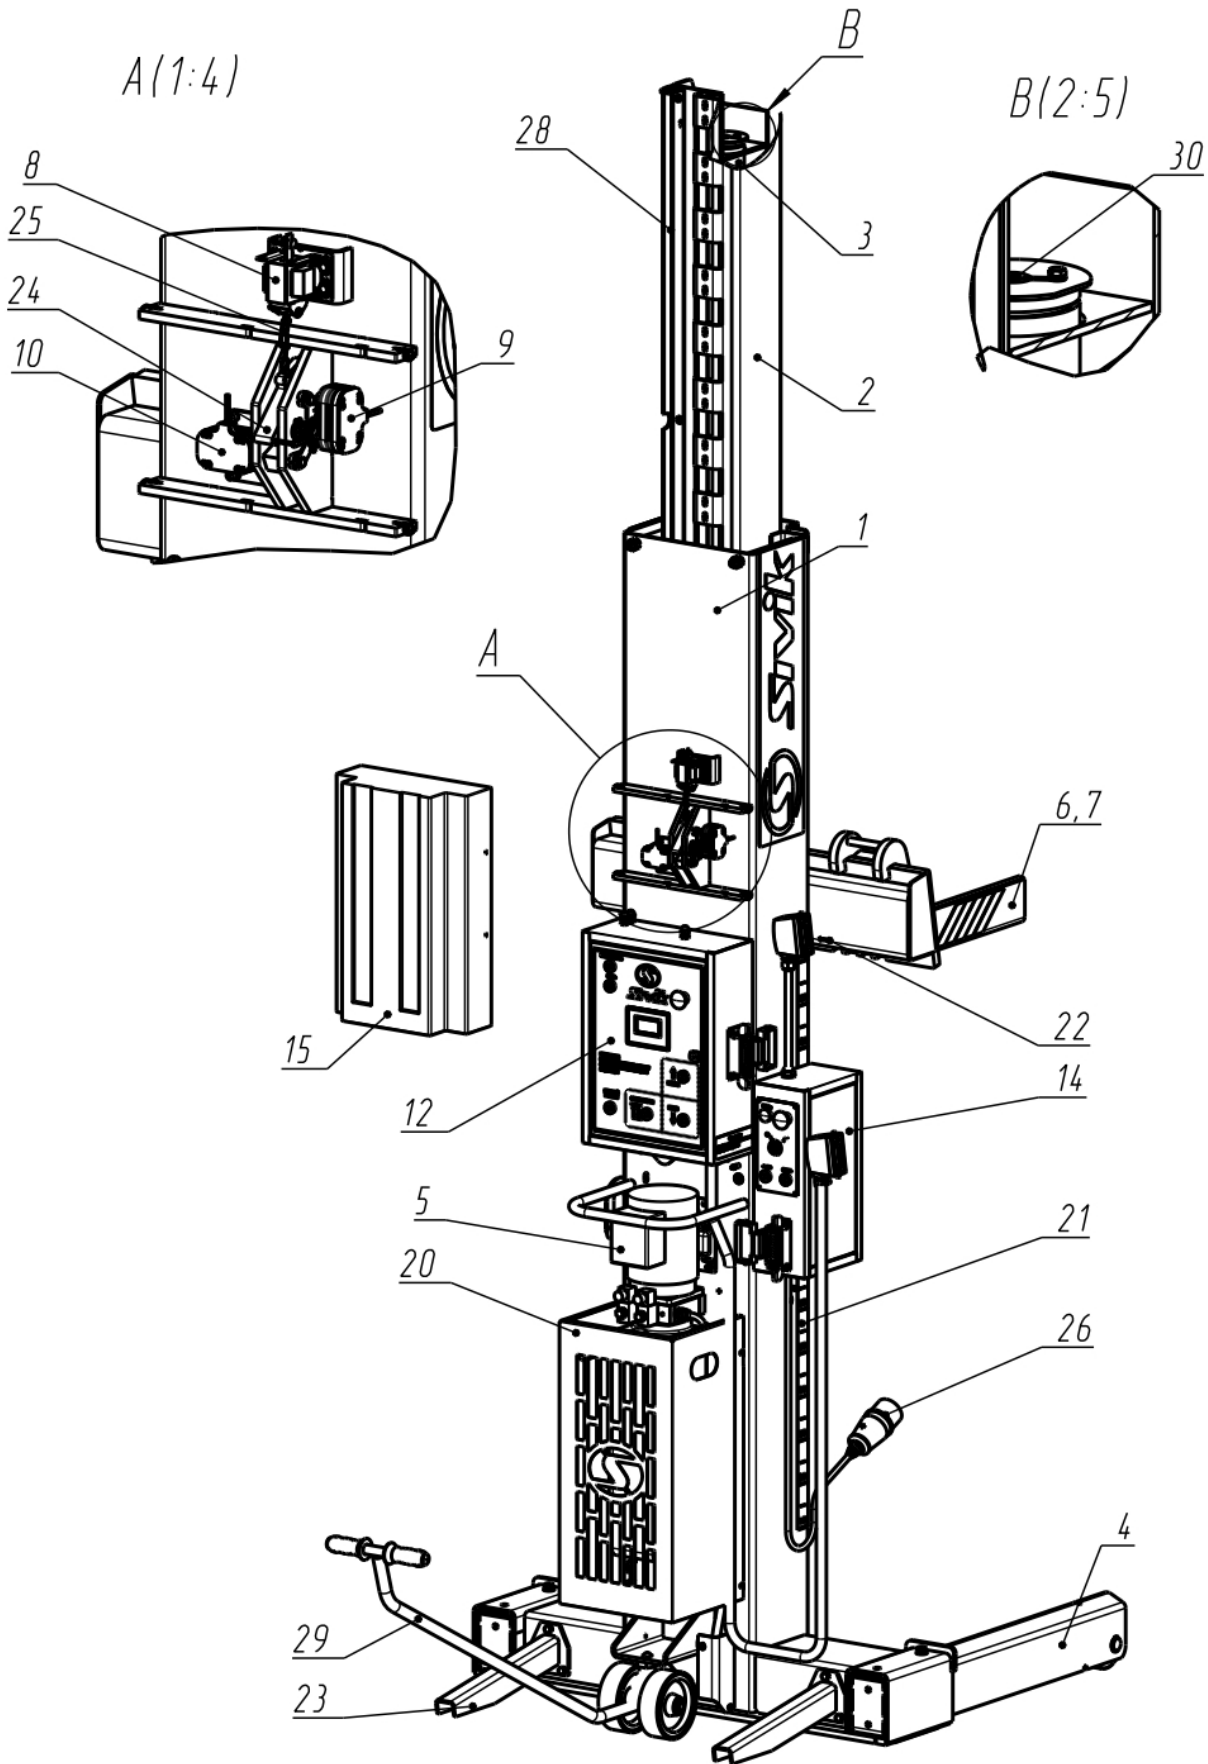
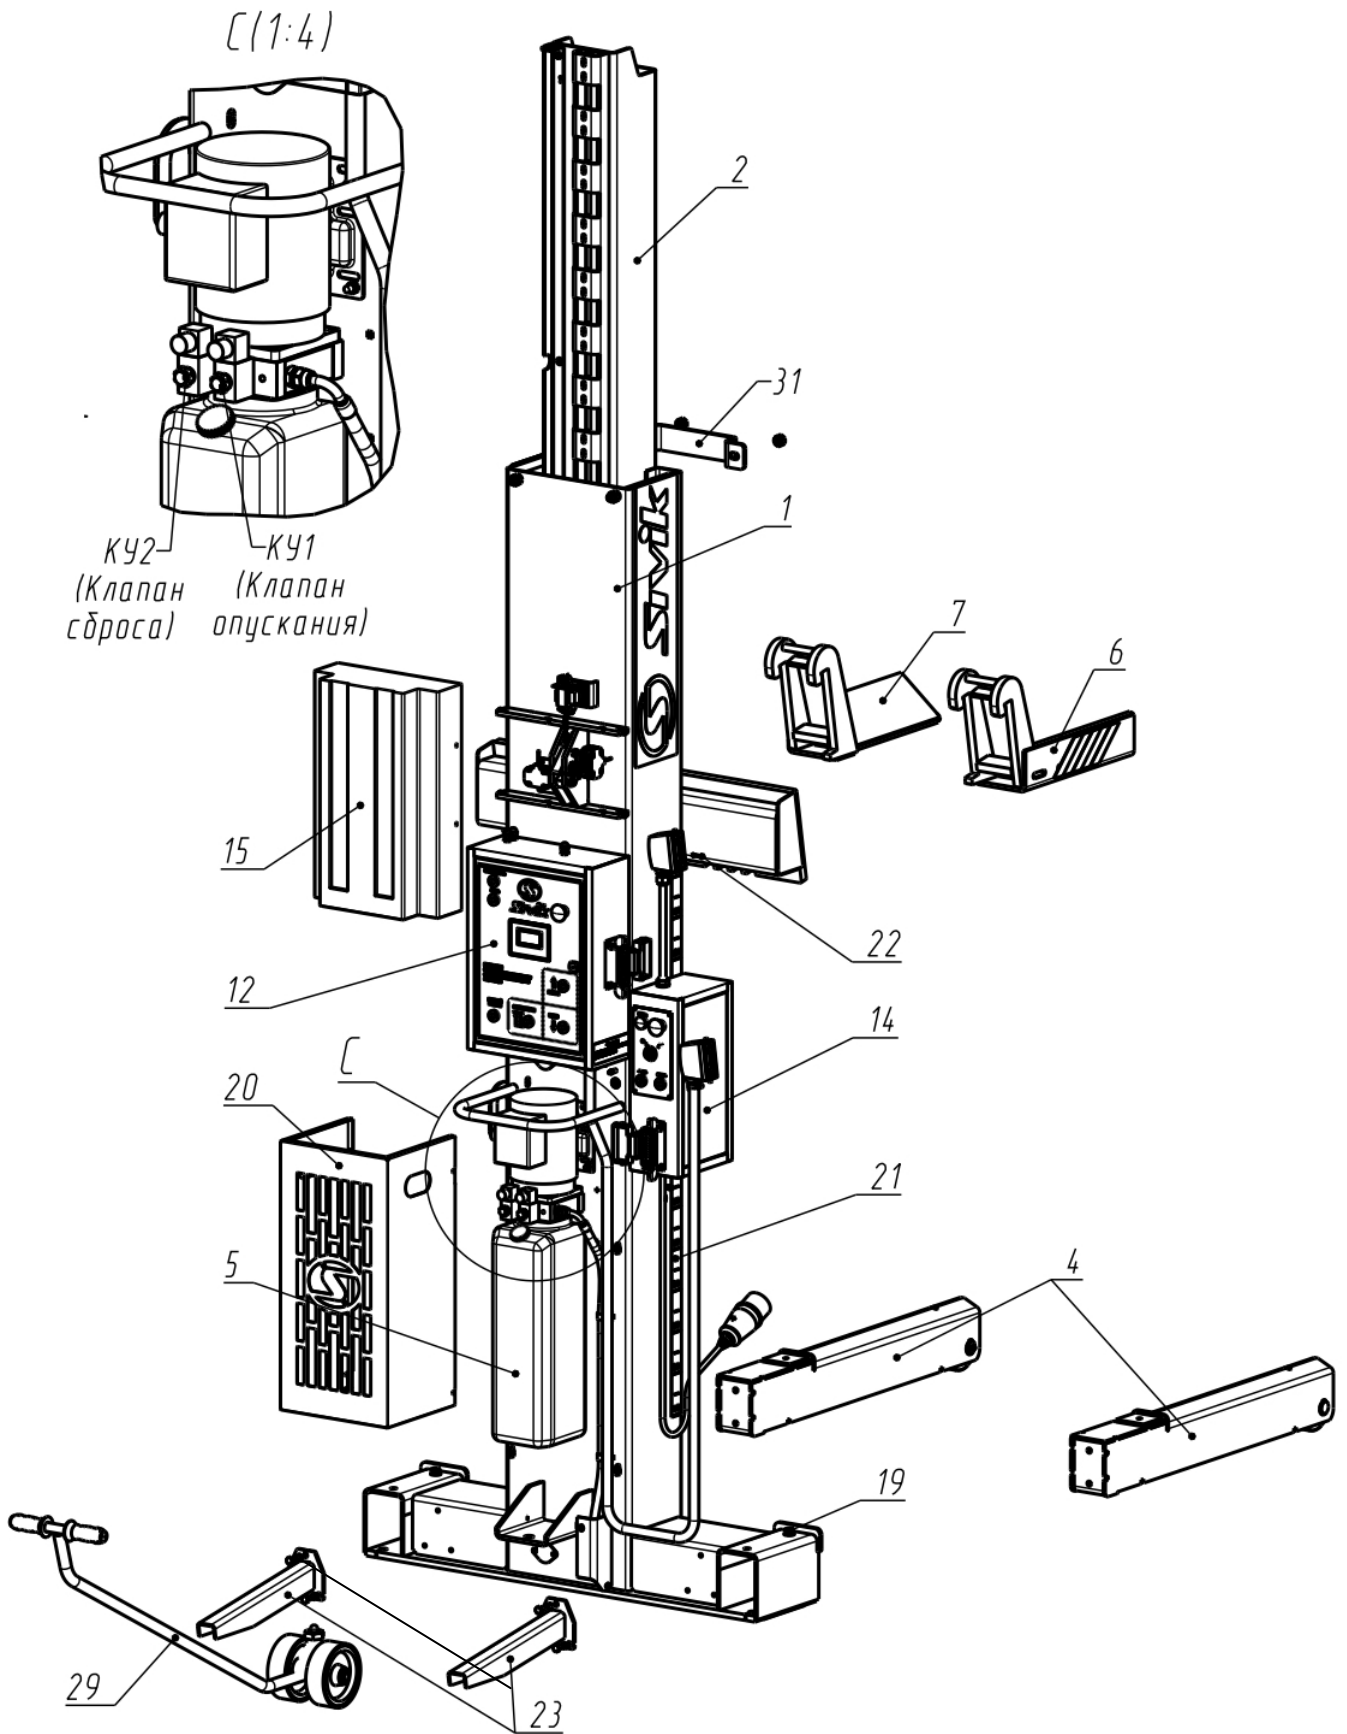
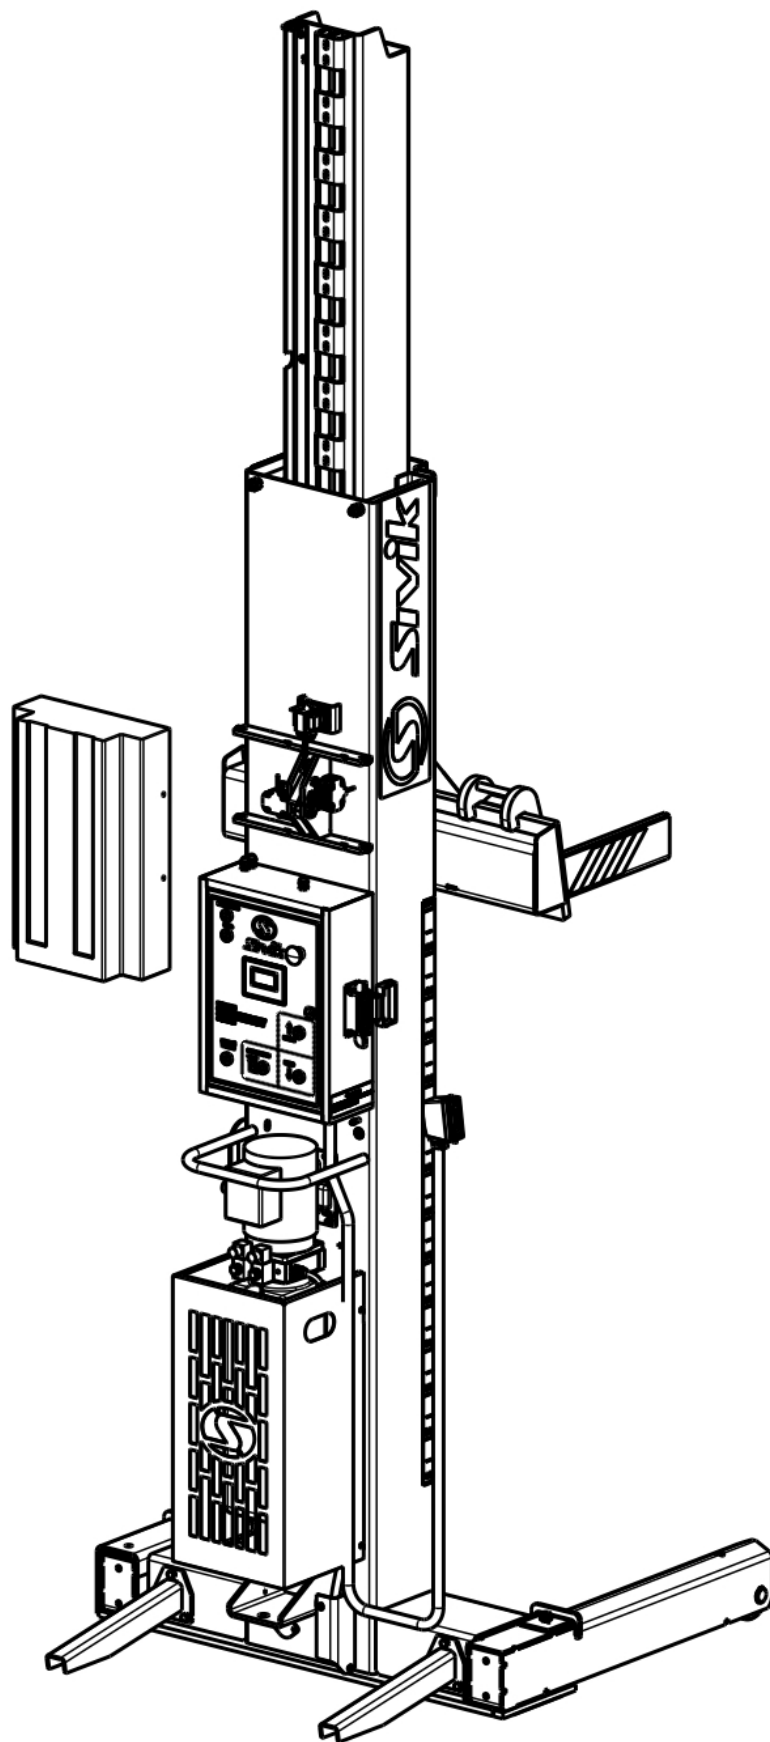
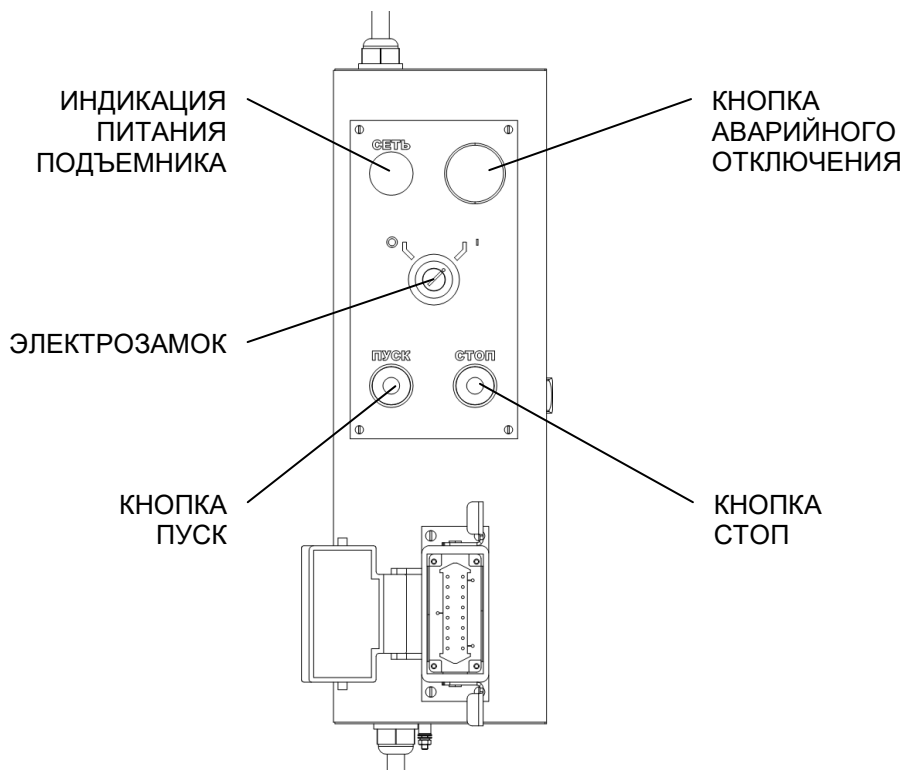

Рисунок 4.5 - Общий вид стойки главной № 1 в сборе
Рисунок 4.6 - Общий вид стойки главной № 1 – взрыв-схема
Рисунок 4.7 - Общий вид стоек №№ 2, 3, 4, 5, 6
Рисунок 4.9 - Лицевая панель пульта распределения питания
4.2 Все стойки снабжены однотипными пультами управления 12, в каждом имеется контроллер синхронизации подъема/опускания и графический дисплей. На стойке главной №1 дополнительно установлен пульт распределения питания 14 с УЗО и электрозамком (Рисунок 4.9). Конструкция каждой стойки включает следующие основные узлы и детали (Рисунок 4.5, Рисунок 4.6, Рисунок 4.7):
Стойки перемещаются по полу с помощью тележки 29. Подхваты 6 и 7 легко регулируются на балке каретки в зависимости от диаметра колеса автомобиля. Гидроразводка стоек выполнена металлическими трубами согласно схемы гидравлической принципиальной (Приложение А). Клапаны предохранительные гидростанций настроены на заданное давление и опломбированы (рисунок 4.6). Силовой и управляющий кабели защищены от случайного повреждения армированным рукавом. Лицевая панель пультов управления показана на рисунке 4.8.